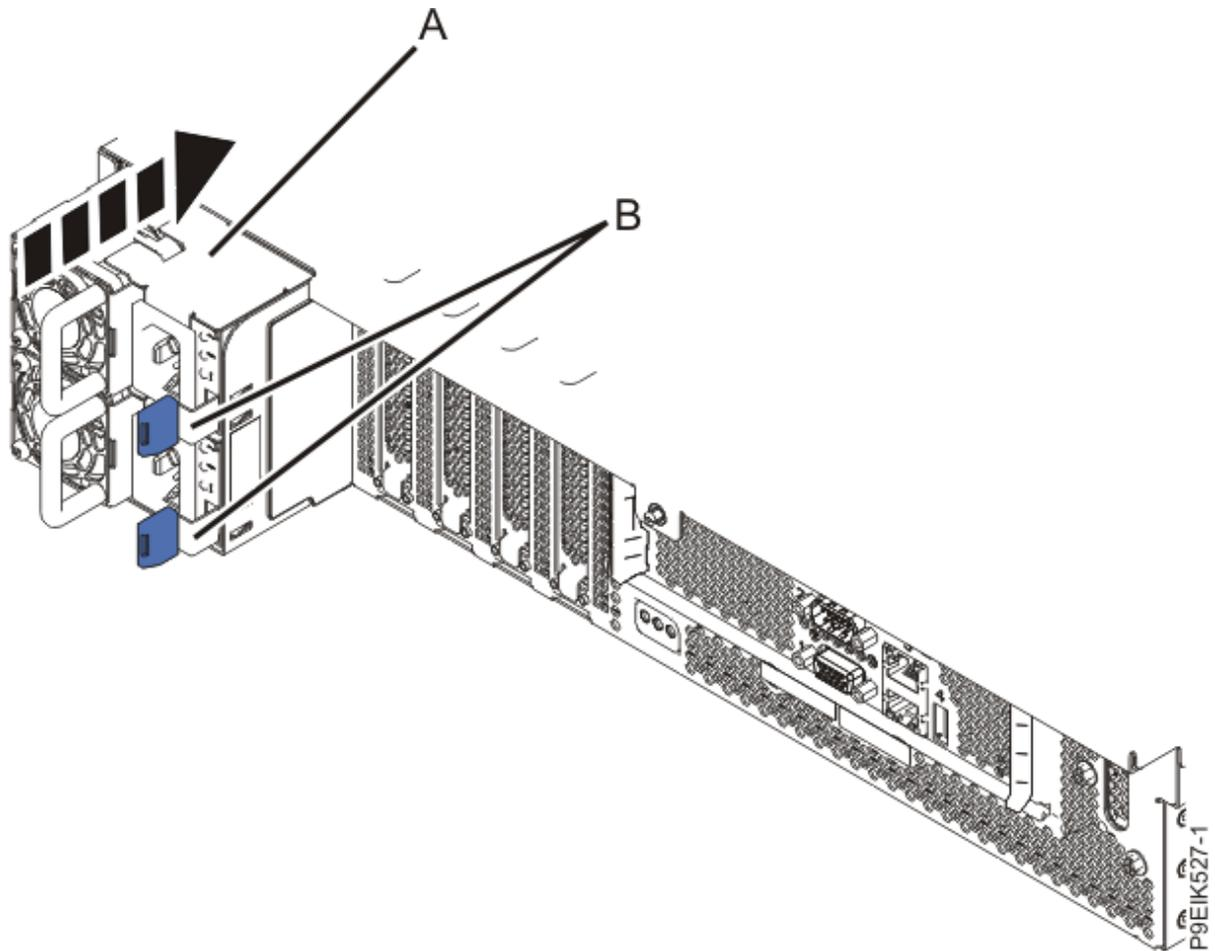

Figura 59. Sustitución de las fuentes de alimentación en el sistema
4. Sustituya las fuentes de alimentación tal como se muestra en la Figura 59 en la página 100.